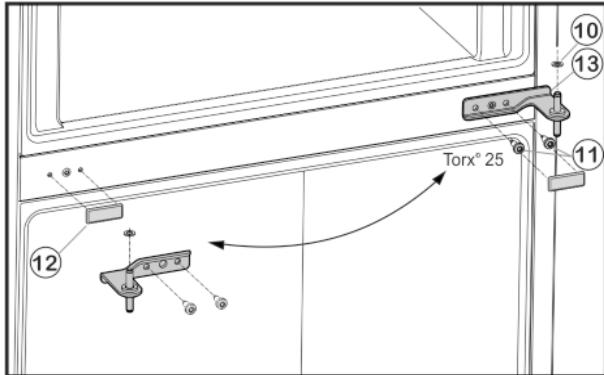

Fig. 5
- Открутите крепежные винты Fig. 5 (11) (2 шт. Torx® 25) и извлеките средний опорный кронштейн из нижней дверцы.
- Снимите пластиковую шайбу Fig. 5 (10).
- Осторожно снимите крышку Fig. 5 (12).
- Установите крышку Fig. 5 (12) на противоположной стороне.
- Вставьте средний опорный кронштейн Fig. 5 (13) с поворотом на 180° в нижнюю дверцу и прикрутите с помощью крепежных винтов Fig. 5 (11) (2 шт. Torx® 25) на новую сторону шарнира (**с моментом 4 Нм**).
- Снова установите пластиковую шайбу Fig. 5 (10).
- Установите верхнюю дверцу на средний опорный кронштейн Fig. 5 (13).